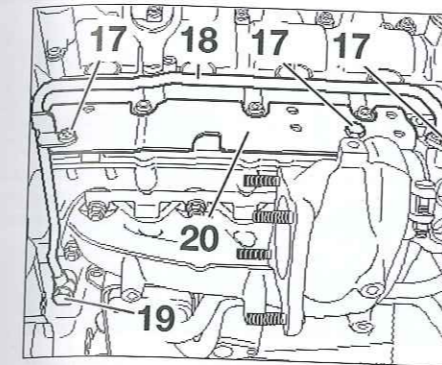
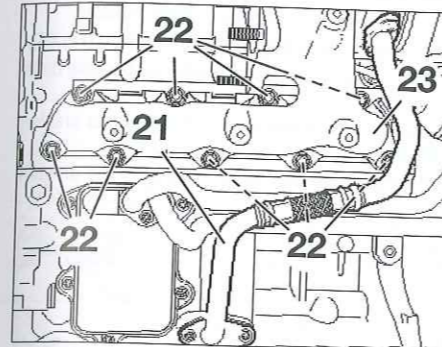

Fig. 56
Fig. 57
- los tornillos de fijación (17) del tubo de llegada de aceite (18) (Fig.56),
- el tornillo hueco (19),
- el tubo de llegada de aceite (18),
- el soporte (20)
- Desmontar el tubo de retorno de aceite (2) (Fig.57).
- Desmontar las tuercas (22) de fijación y desmontar el conjunto colector de escape/turbocompresor (23).